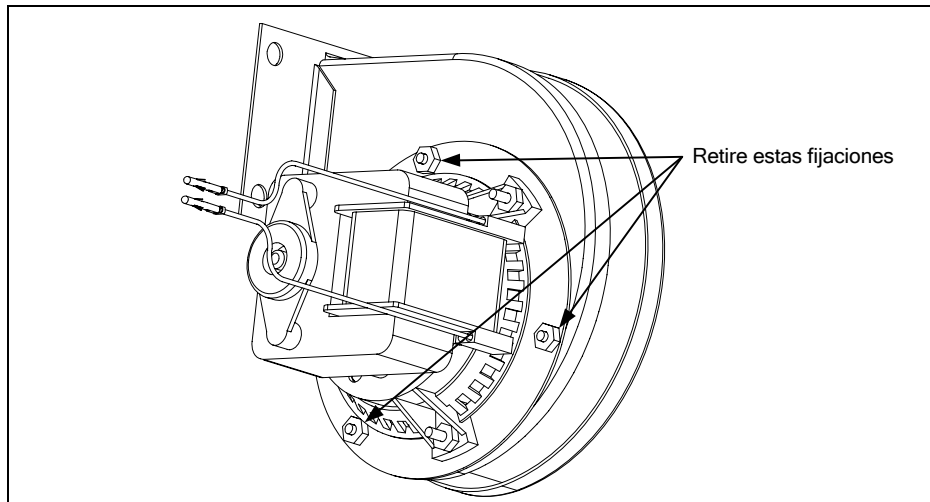

Figura 2
2. Retire las tres fijaciones que aseguran el ensamblaje del motor del soplador al alojamiento del soplador, y separe los dos componentes. (Vea la Figura 2)